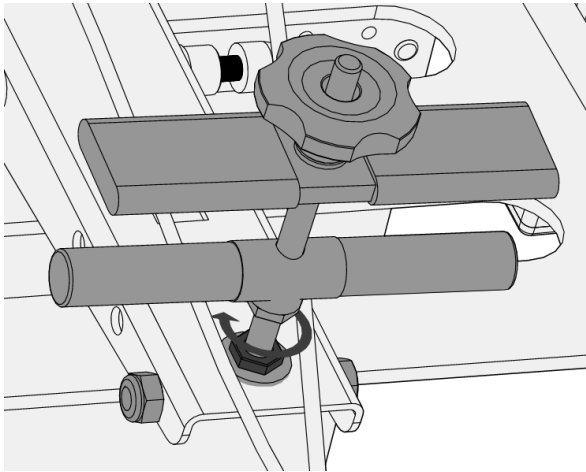

Figure 31 - Serrage de l'écrou de l'axe de la bride contre la plaque de fixation
- Serrez ensuite l'écrou de la bride contre la plaque de fixation tel qu'indiqué en figure 31.
Veillez à bien serrer l'écrou de la bride contre la plaque de fixation comme sur la figure 31 afin qu'il n'y ait pas de jeu entre ces deux éléments.